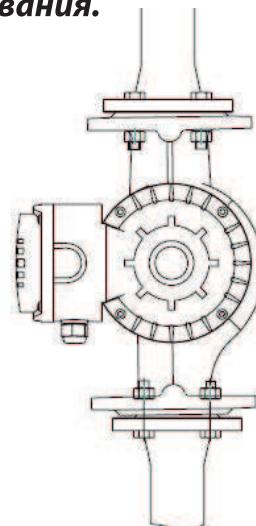

рис.1
A. Подшипник насоса смазывается перекачиваемой жидкостью, поэтому не запускайте насос насухо более 10 секунд (рис.1)
- Циркуляционный насос ВСЕГДА устанавливайте так, чтобы обеспечить положение оси вала насоса в горизонтальном положении, а клеммной коробки – сверху или сбоку (рис. 1).